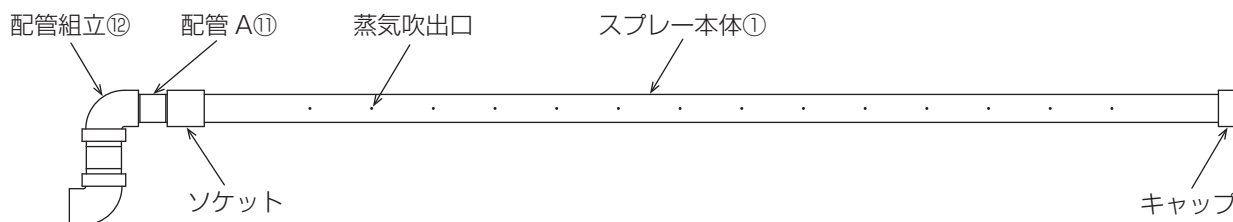

図 1
1) スプレー本体に付属の配管 A ①と配管組立⑫を取付けてください。・・・図 1